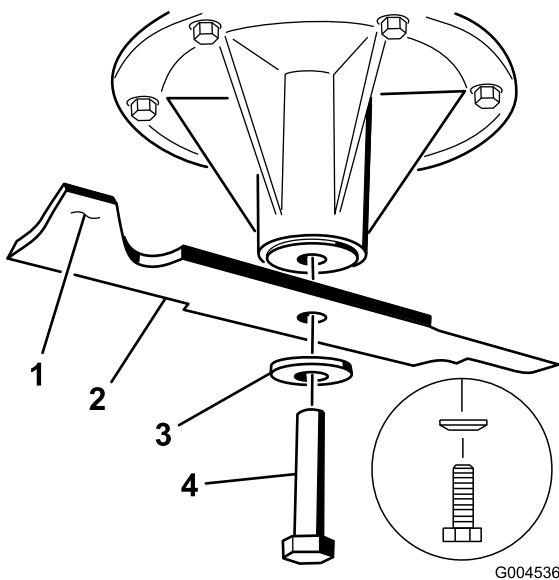

Bild 82
1. Setzen Sie das Messer auf die Spindelwelle (Bild 82).
2. Setzen Sie die Federscheibe und die Messerschraube ein. Der Konus der Federscheibe muss bei der Installation in Richtung Schraubenkopf zeigen (Bild 82). Ziehen Sie die Messerschraube mit 115 bis 149 Nm an.